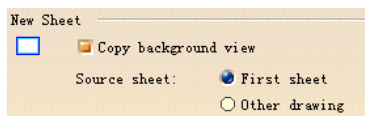

图 6-41
(2) New Sheet (新图纸页) 选项组 (如图 6-41 所示)